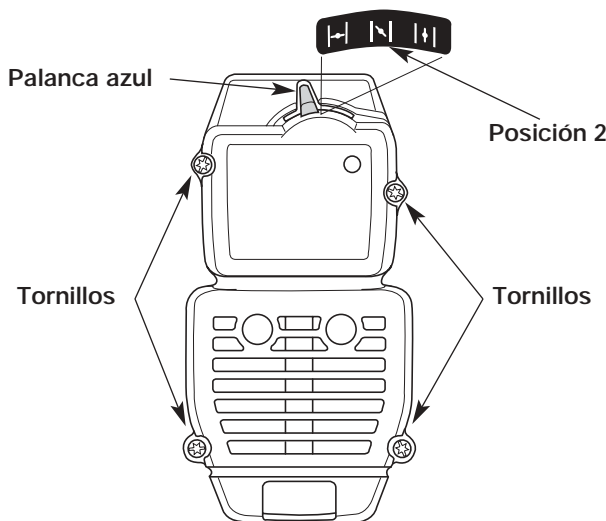

Fig. 21
NOTA: La palanca azul debe estar en Posición 2 (Fig. 21) para sacar la cubierta del silenciador / filtro de aire.
2. Saque los cuatro (4) tornillos que sostienen la cubierta del silenciador / filtro de aire (Fig. 21). Use un destornillador de vástago plano o de broca Torx N° T20.
2. Inserte los cuatro (4) tornillos en los orificios de la cubierta del silenciador / filtro de aire (Fig. 21) y ajústelos. **No los ajuste demasiado.**